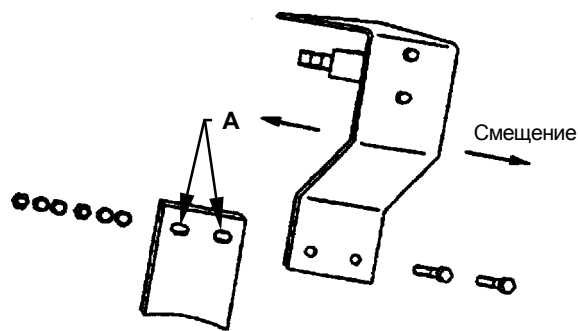

Рис. 7
2. Кронштейн крепления конечного выключателя имеет удлиненные отверстия (А) на рис. 7.